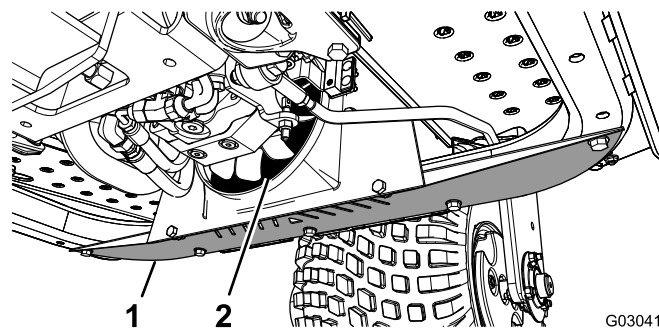

Рисунок 49
1. Снимите нижний щиток (Рисунок 49).
2. С помощью распылителя продуйте сжатым воздухом пространство между лопастями вентилятора (Рисунок 49), чтобы выдуть загрязнения с той стороны, откуда они были занесены.